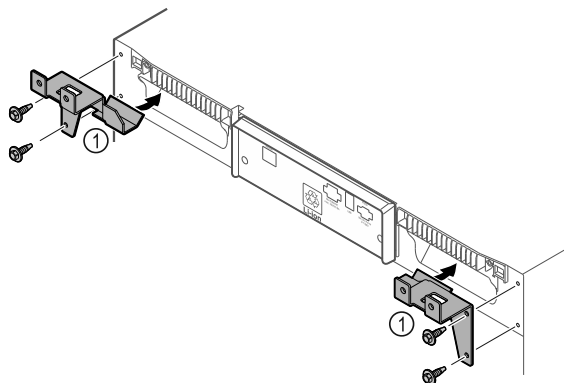

Fig. 8
► Držali Fig. 8 (1) privijte na napravo s priloženimi vijaki.